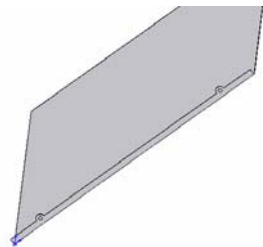

图 10-16 阵列切除特征
⑤ 阵列“切除”特征。重复上述线性阵列的操作，将步骤④中生成的切除特征进行线性阵列，阵列的方向和间距与步骤③的薄片阵列相同，结果如图 10-16 所示。